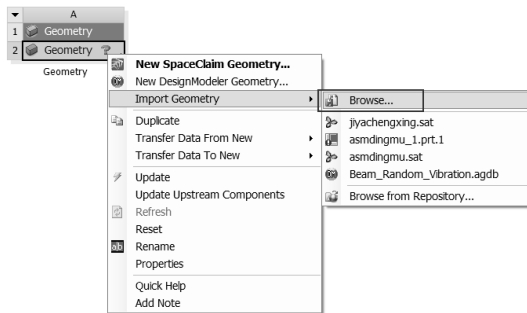

图 12-6 导入几何体
Step1 : 在 A2 Geometry 上右击, 在弹出的快捷菜单中选择 Import Geometry Browse 命令, 如图 12-6 所示, 此时会弹出“打开”对话框。